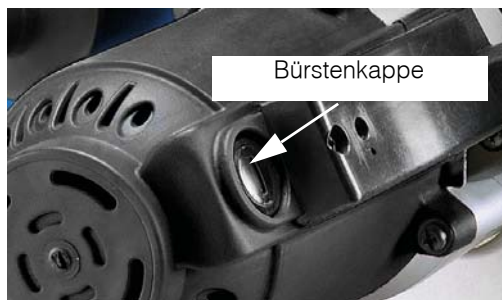

Abb. 14: Bürstenkappe
Schritt 1: Entfernen Sie die Bürstenkappen (Abb. 14) und ziehen Sie die alten Bürsten heraus..